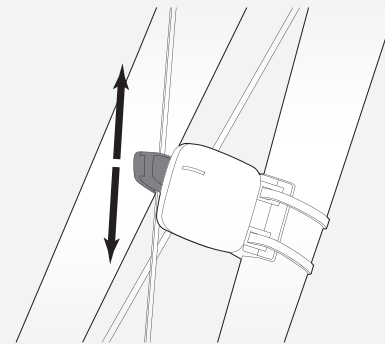
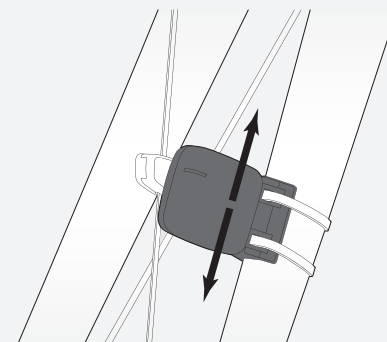

Figure 28. Alignement de l'aimant.
Figure 31. Capteur de vitesse sur la fourche.
3. Faites glisser l'aimant vers le bas ou le haut du rayon pour l'aligner sur le capteur (Figure 28).
1. Placez le capteur sur le fourreau (Figure 31) ou la fourche arrière pour obtenir un alignement correct avec l'aimant (Figure 28).